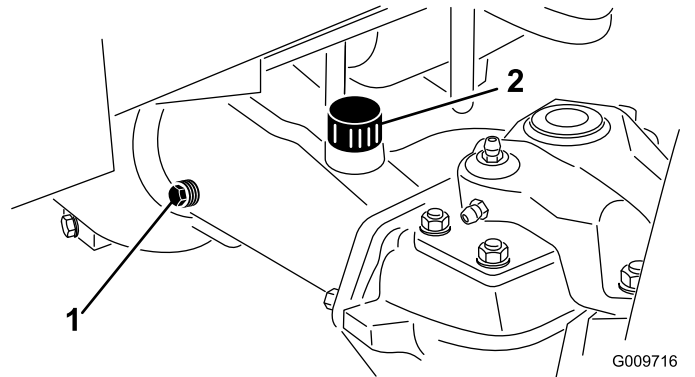

Рисунок 143
2. Снимите пробку контрольного отверстия с одного конца картера моста (Рисунок 143).